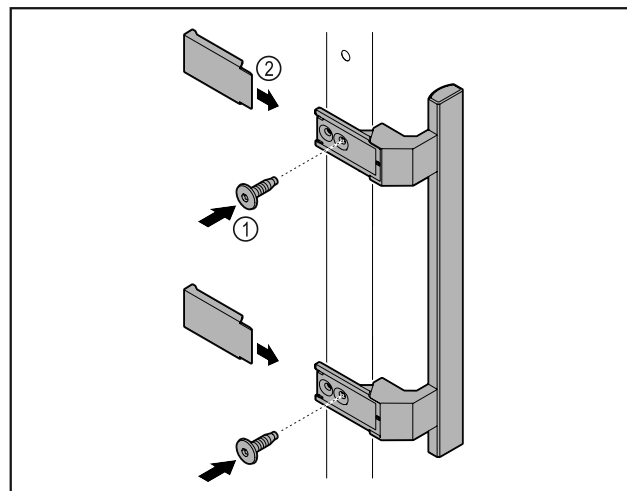

Fig. 5
- ▶ Монтирайте дръжката от пакета с принадлежности с приложените винтове Fig. 5 (1) на вратата.
- ▶ Нахлузете капачката Fig. 5 (2).